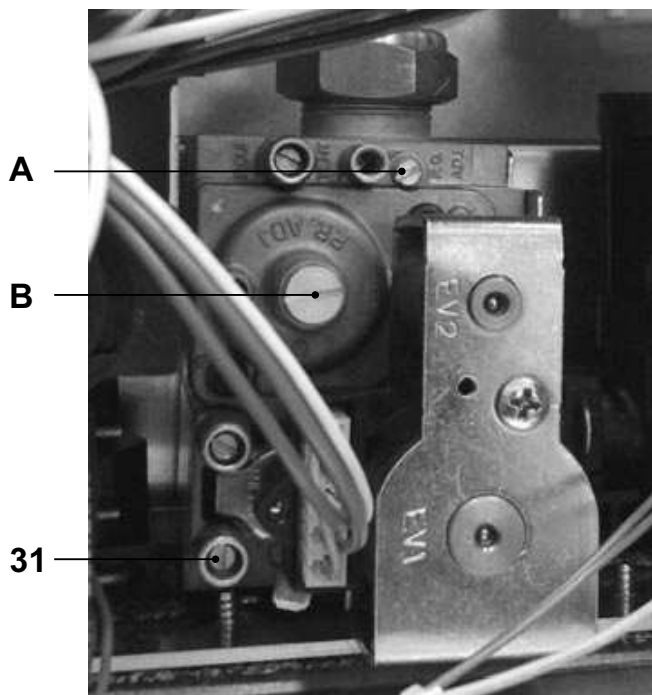

Figura 7.5
- A caldaia spenta (fuori servizio), controllare la pressione di alimentazione utilizzando la presa 31 in Figura 7.5 e confrontare il valore letto con quelli riportati nella tabella Pressioni di alimentazione gas nella sezione "Dati tecnici" pag. 24.
- Richiudere bene la presa di pressione 31 in Figura 7.5 .
- Per tarare il  $\text{CO}_2$  della caldaia (pressione del gas al bruciatore) svitare completamente il tappo in ottone di protezione B e agire sulla vite a brugola  $\varnothing$  4 mm sottostante Figura 7.5 , girando in senso orario il  $\text{CO}_2$  aumenta.
- Se i due dati non coincidono agire sulla vite regolazione massimo RQ (A in Figura 7.5 ) della valvola gas e tarare il  $\text{CO}_2$  allo stesso valore riportato nella sezione "Dati tecnici" in tabella "Dati in sanitario" pag. 24 (modello KONDENS N 25 B) e pag. 26 (modello KONDENS N 30 B). Girando in senso orario il  $\text{CO}_2$  diminuisce.